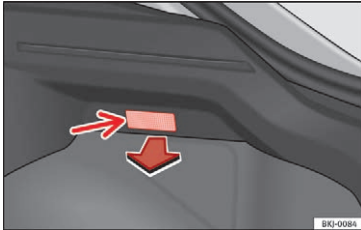

Fig. 103 Bagagerumsligte*
- Tag lampeglasset af ved at trykke på den nederste kant (pil) med en skruetrækker »» Fig. 103.